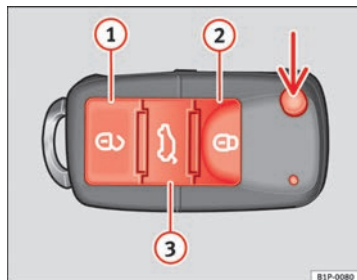

Abb. 45 Tastenbelegung Funkschlüssel
Fahrzeug entriegeln  $\Rightarrow$ Abb. 45 ①.
Fahrzeug verriegeln  $\Rightarrow$ Abb. 45 ②
Heckklappe entriegeln. Die Taste  $\Rightarrow$ Abb. 45 ③ betätigen, bis alle Blinkleuchten am Fahrzeug kurz aufleuchten. Nach Drücken der Entriegelungstaste  ③ können Sie die Heckklappe innerhalb von 2 Minuten öffnen. Nach Ablauf dieser Zeit wird die Heckklappe wieder verriegelt.
- Drücken Sie die Taste  **2** ⇒ Abb. 45 auf der Funk-Fernbedienung.
- Drücken Sie die Taste  **1** ⇒ Abb. 45 auf der Funk-Fernbedienung.